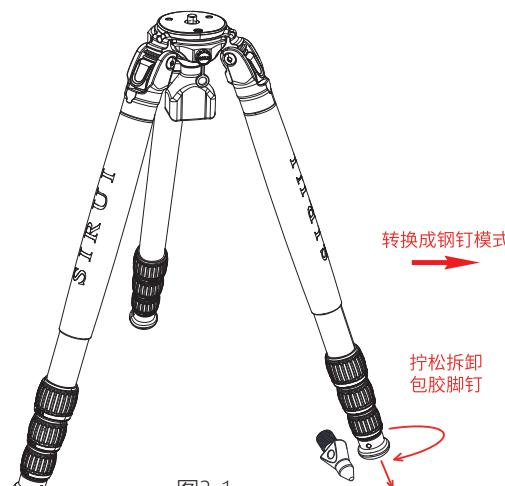
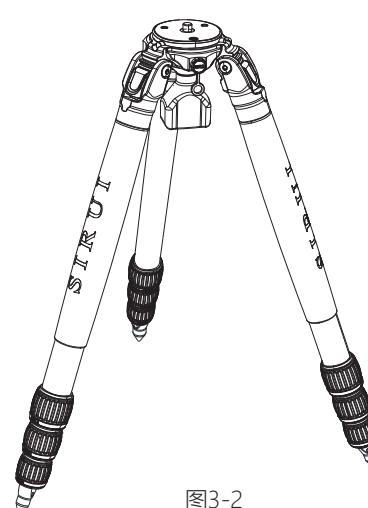

图3-1
图3-2
3. 三脚架的包胶脚钉拆卸后装上钢钉可更换成钢钉模式(如图3-1至图3-2所示);